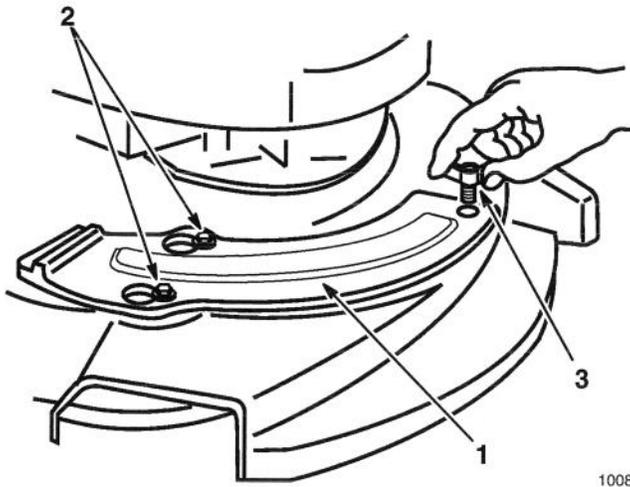

Figure 49
3. Les deux boulons à épaulement du carter de la tondeuse dépassent des trous oblongs de la plaque de paillage et n'ont pas besoin d'être desserrés ou retirés (Fig. 49). La plaque de paillage se déplace sur les têtes de ces boulons.
5. Fixer à l'aide de la vis à ailettes (Fig. 49).